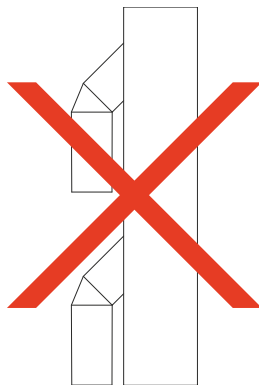
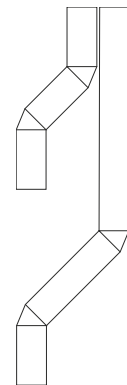

Figura 4
Figura 5
- A saída de fumos não deve ser partilhada com outra, ver *figura 4*. Deve separar-se ao longo de todo o seu comprimento e ter a sua própria tiragem independente, ver *figura 5*.